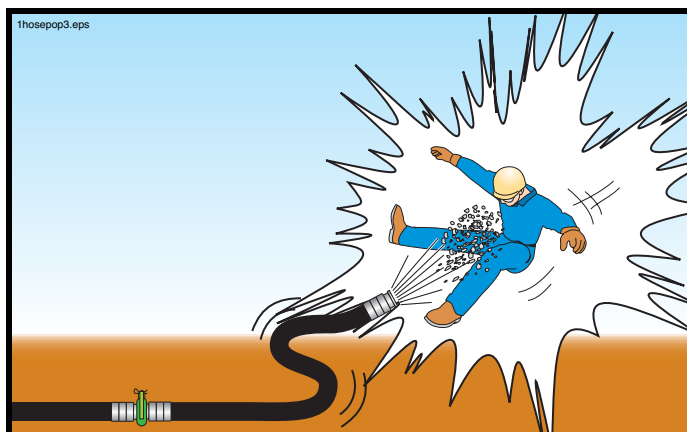

Figura 40
⚠ ADVERTENCIA ¡No deje bajar demasiado el nivel de concreto que hay en la tolva! Si aire es absorbido en los cilindros de materiales, la bomba comprimirá el aire. El aire comprimido siempre representa un peligro cuando es expulsado a través de la tolva o de la tubería de descarga (Figura 40). Si entra aire en los cilindros de material, siga los pasos siguientes para minimizar el peligro:
3. Las personas que se encuentren en el extremo de descarga o cerca de la línea de distribución deberán ser advertidos que se alejen hasta tanto todo el aire haya sido purgado. Avíseles que permanezcan a una distancia razonable y prudente más allá del alcance de la manguera de extremo o del punto de descarga (Figura 40).
14.11 **⚠️ ADVERTENCIA** Cuando esté cebando inicialmente el sistema de descarga, vuelva a arrancar después de mover la máquina, vuelva a arrancar la máquina después de agregar o quitar mangueras o cuando quiera aire ha entrado en la tubería, advierta a todos que se mantengan alejados del extremo de descarga hasta tanto el concreto esté fluyendo constantemente y no haya movimiento del sistema de descarga. El personal debe permanecer alejado a una distancia razonable y prudente más allá del alcance de la manguera de extremo o del punto de descarga (Figura 40). Habrá aire en la línea cuando se esté arrancando por primera vez, se esté volviendo a arrancar después de mover la máquina, cuando se haya eliminado exitosamente una obstrucción al “mecer” el concreto y después que la línea haya sido desarmada o abierta por cualquier razón.